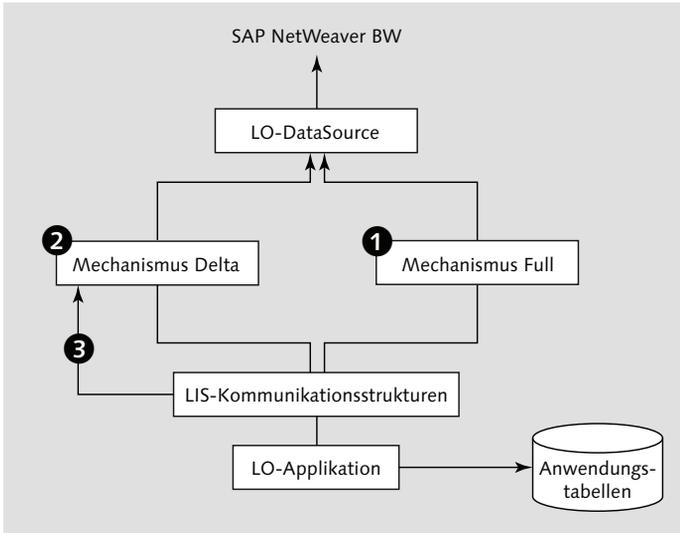

Abbildung 3.11 Prinzip der Logistik-Extraktion
In der Logistik-Extraktion unterscheiden wir die Delta-Initialisierung bzw. das Full-Update (❶) von der Delta-Anforderung (❷). Für beide Anforderungsmodi kommen unterschiedliche Techniken zum Einsatz. Abbildung 3.11 zeigt die Logistik-Extraktion in einer Übersicht.